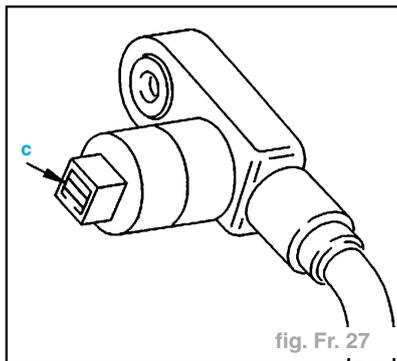

fig. Fr. 27
- Contrôler la propreté du capteur en "c" (fig. Fr. 27).